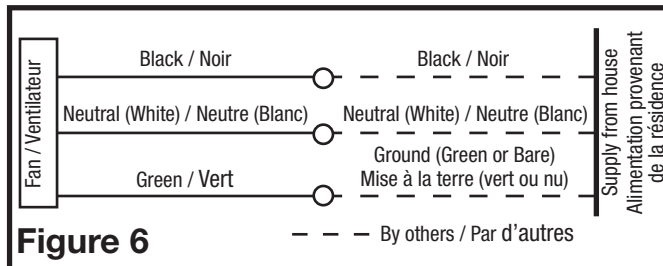

Figure 6
2. From where you have access to inside the fan's junction box, connect the White wire from the house to the White wire from the fan's receptacle. Connect the Black wire from the wall switch to the Black wire from the fan's receptacle. Connect the ground wire from the house to the Green wire from the fan's receptacle (**Figure 6**). Use approved methods for all connections.
Connecter le fil Noir de l'interrupteur mural au fil Noir du réceptacle du ventilateur. Connecter le fil de mise à la terre provenant de la résidence au fil Vert du réceptacle du ventilateur (**Figure 6**). Utiliser des méthodes approuvées pour toutes les connexions.